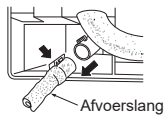

Fig. 2
- Als de afvoerslang die met de binnenunit is meegeleverd, te kort is, verbind deze dan met afvoerslang (I) die bij de installateur verkrijgbaar is. (Fig. 2)
- Trek de afvoerslang aan de linkerachterkant van de binnenunit los. (Fig. 2)